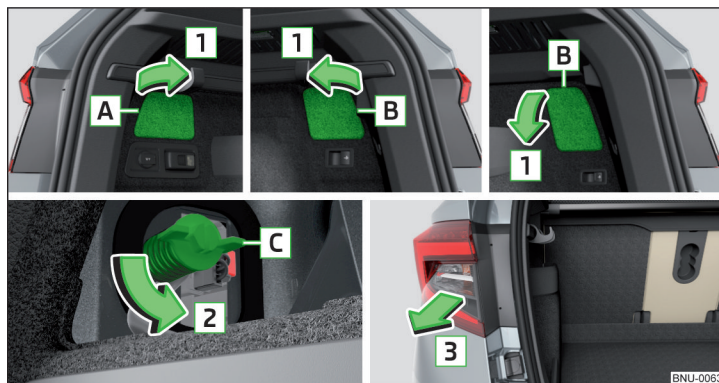

Fig. 352 Variante rabattable pour le capot / démonter la lampe
- Rabattez le cache correspondant **A** ou **B** dans le sens de la flèche **1** » fig. 352. Les variantes rabattables pour le cache droit **B** sont différentes en fonction de l'équipement.
- Vissez l'écrou **C** dans le sens opposé de la flèche **2** » fig. 352.